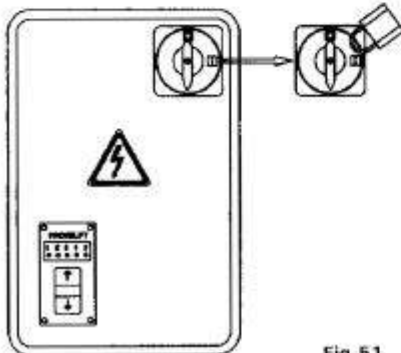

Fig.51
- the master switch on the panel must be locked to **POSITION "0"** with a **LOCKOUT** (Fig.51).
- Der Hauptschalter auf dem Bedienungskasten muß in **MIT EINEM VORHÄNGESCHLOSS IN POSITION 0** abgeschlossen werden (Abb. 51).
- L'interrupteur d'alimentation du boîtier de commandes doit être verrouillé en **POSITION 0** à l'aide d'un cadenas (fig. 51).
- * El interruptor central en la caja de mandos debe ser bloqueado en la **POSICIÓN 0** con un candado (fig. 51).
- * De hoofdschakelaar op de bedieningskast moet afgesloten worden in **POSITIE 0** m.b.v. een **HANGSLOT** (fig. 51).
- * O interruptor principal da cabina de comando deve estar bloqueado na **POSICÃO 0** por meio de um **CADEADO** (fig. 51).